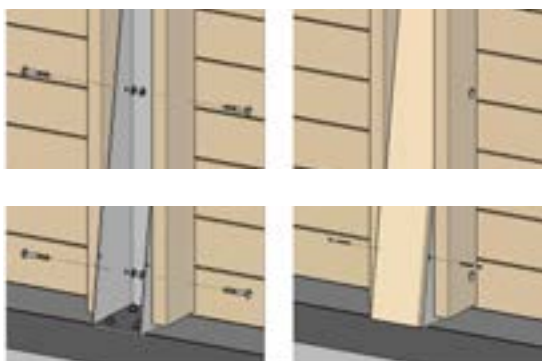

Fig. 9 / Abb. 9 / Afb. 9
The trims are complementary reinforcements that allow you to hide the visible sections of the metal parts. They are attached to the pool like the rest of the reinforcements and have a cross member (figure 9) that hides the outside face of the frame.
Ces caches sont des renforts supplémentaires qui permettent de masquer la partie visible du métallique. Ils se fixent au bassin comme les autres renforts et reçoivent une entretoise (figure 9) pour masquer le champ extérieur du berceau métallique.
Zierblenden sind ergänzende Verstärkungen, mit denen sich der sichtbare Teil des Metallstückes verbergen lässt. Genau wie die übrigen Verstärkungen werden sie am Becken befestigt und haben eine Traverse (Abb. 9), um von außen den Blick auf das Gestell zu verbergen.
De sierlijsten zijn extra verstevigingen waarmee het zichtbare deel van de metalen onderdelen voor het zicht worden weggewerkt. Ze worden op dezelfde manier aan het bassin vastgezet als de rest van de verstevigingen en zijn voorzien van een dwarsbalk (afb. 9) om het frame van buitenaf voor het zicht weg te werken.
- Cut the supports of the ladder checking the dimensions as shown in figure 9 at the bottom part of the stepladder support and saw off the part you do not need.
- Recoupez les limons de l'échelle en reportant la dimension a figure 9 au bas du limon de l'échelle et sciez la partie a extraire.